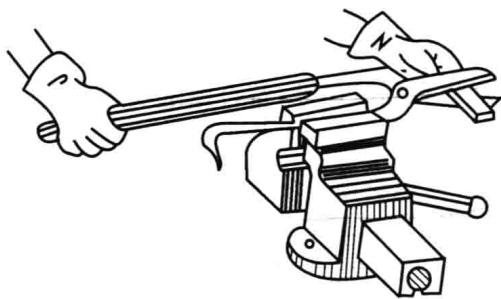

图 1.17 手剪较厚条料
(7)剪切较厚条料时,应把剪刀下柄用台虎钳夹住,上柄套一根管子,如图1.17所示。